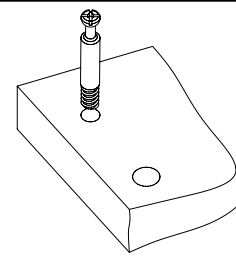

Рис.1
- Вкрутить шпильки минификсов в соответствующие плоскостные отверстия деталей 1, 3, 4 (Рис.1).